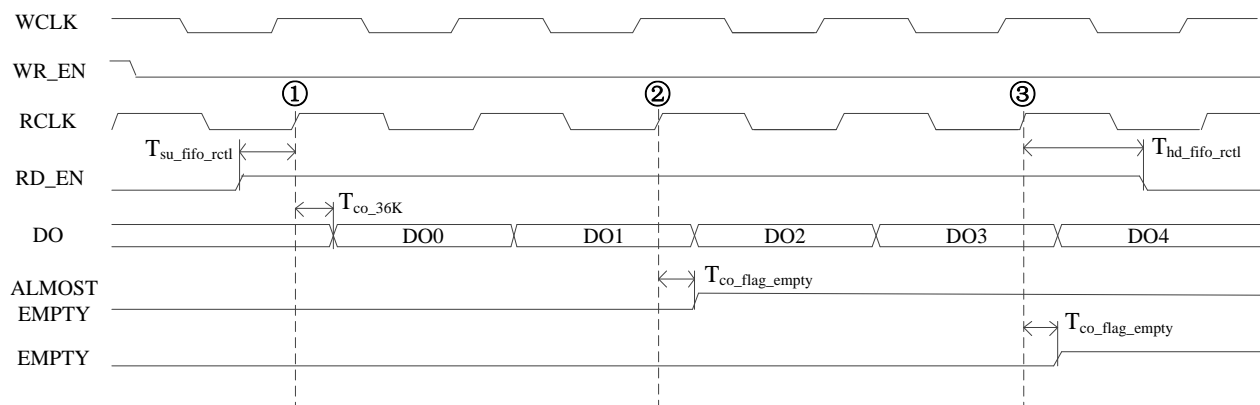

图 7-7 将空异步 FIFO 读出时序图
FIFO 将空时，根据 `ALMOST_FULL_OFFSET` 参数的配置，写指针与读指针位置之差值等于设置值时 `ALMOST_EMPTY` 提前置 1（图 7-7 中上升沿②）。当 FIFO 读空时（图 7-7 中上升沿③），读指针不再增加，`EMPTY` 信号立刻置 1。
将空异步 FIFO 读出时序图如图 7-7 所示：